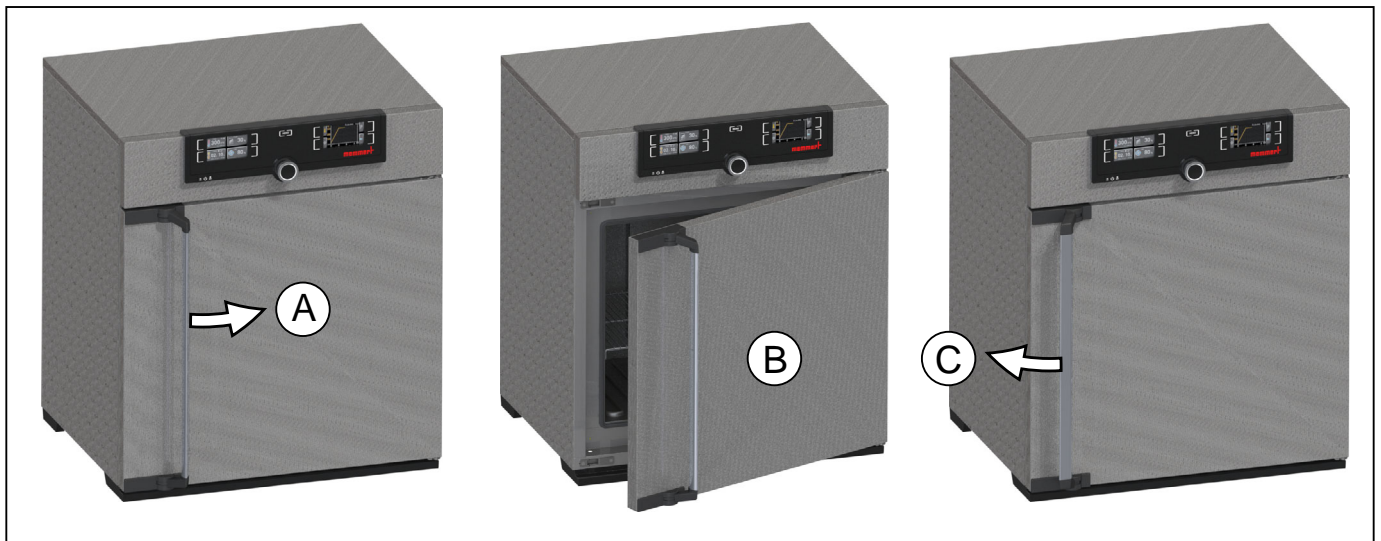

Abb. 12 Tür öffnen und schließen
- ▶ Zum Öffnen der Tür Türgriff zur Seite ziehen (je nach Türvariante links oder rechts, Abb. 12, A). Die Tür springt einen Spalt auf, so dass auf Wunsch bei hoher Temperatur im Innenraum die Hitze mit angelehnter Tür ablüften kann. Die Tür kann dann ganz geöffnet werden (B).
- ▶ Zum Schließen Türgriff zudrücken (C).